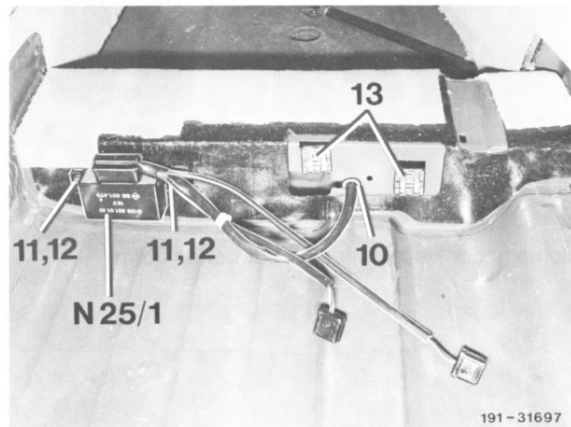

Bild 12
17 Leitungssätze durch die Querträger verlegen und mit Tüllen (10) befestigen. Anschließend Relais anschließen und mit Schrauben (11) und Distanzstücken (12) an den Querträgern befestigen (Bild 12 und 13).
18 Klammern für die Stecker der Heizkissen montieren (Bild 12 und 13).